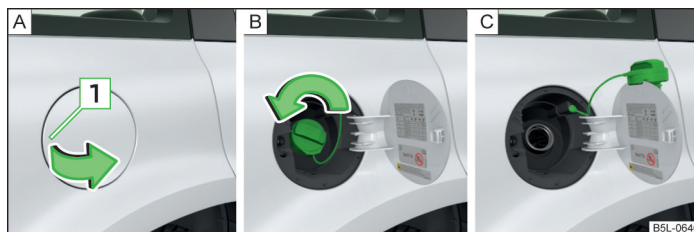

Fig. 155 Deschiderea clapetei rezervorului de combustibil / bușonul rezervorului de combustibil
Pe interiorul clapetei rezervorului sunt menționate tipurile adecvate de carburant pentru autovehiculul dvs » fig. 155 la pagina 202 - [\[B\]](#).
- ▶ Apăsați pe clapeta rezervorului de combustibil în zona [\[1\]](#) » fig. 155 - [\[A\]](#) și rabațați în sus clapeta, în sensul săgeții.
- ▶ Deșurubați bușonul rezervorului de combustibil în sensul săgeții » fig. 155 - [\[B\]](#).
- ▶ Introduceți bușonul rezervorului de combustibil de sus pe clapeta rezervorului » fig. 155 - [\[C\]](#).
- ▶ Introduceți bușonul rezervorului de combustibil pe ștuțul de umplere cu combustibil și rotiți în sens contrar săgeții, până la fixarea sigură » fig. 155 - [\[B\]](#).
- ▶ Țineți bine cu mâna bușonul rezervorului de combustibil și deblocați-l cu cheia în sensul săgeții » fig. 155 - [B].
- ▶ Deșurubați bușonul rezervorului de combustibil în sensul săgeții » fig. 155 - [B].
- ▶ Introduceți bușonul rezervorului de combustibil de sus pe clapeta rezervorului » fig. 155 - [C].
- ▶ Înșurubați bușonul rezervorului de combustibil în sens contrar săgeții » fig. 155 - [B], până când se fixează printr-un sunet perceptibil.
- ▶ Țineți bine cu o mână bușonul rezervorului de combustibil, încuiați-l cu cheia prin rotirea în sens contrar săgeții » fig. 155 - [B] și scoateți cheia.